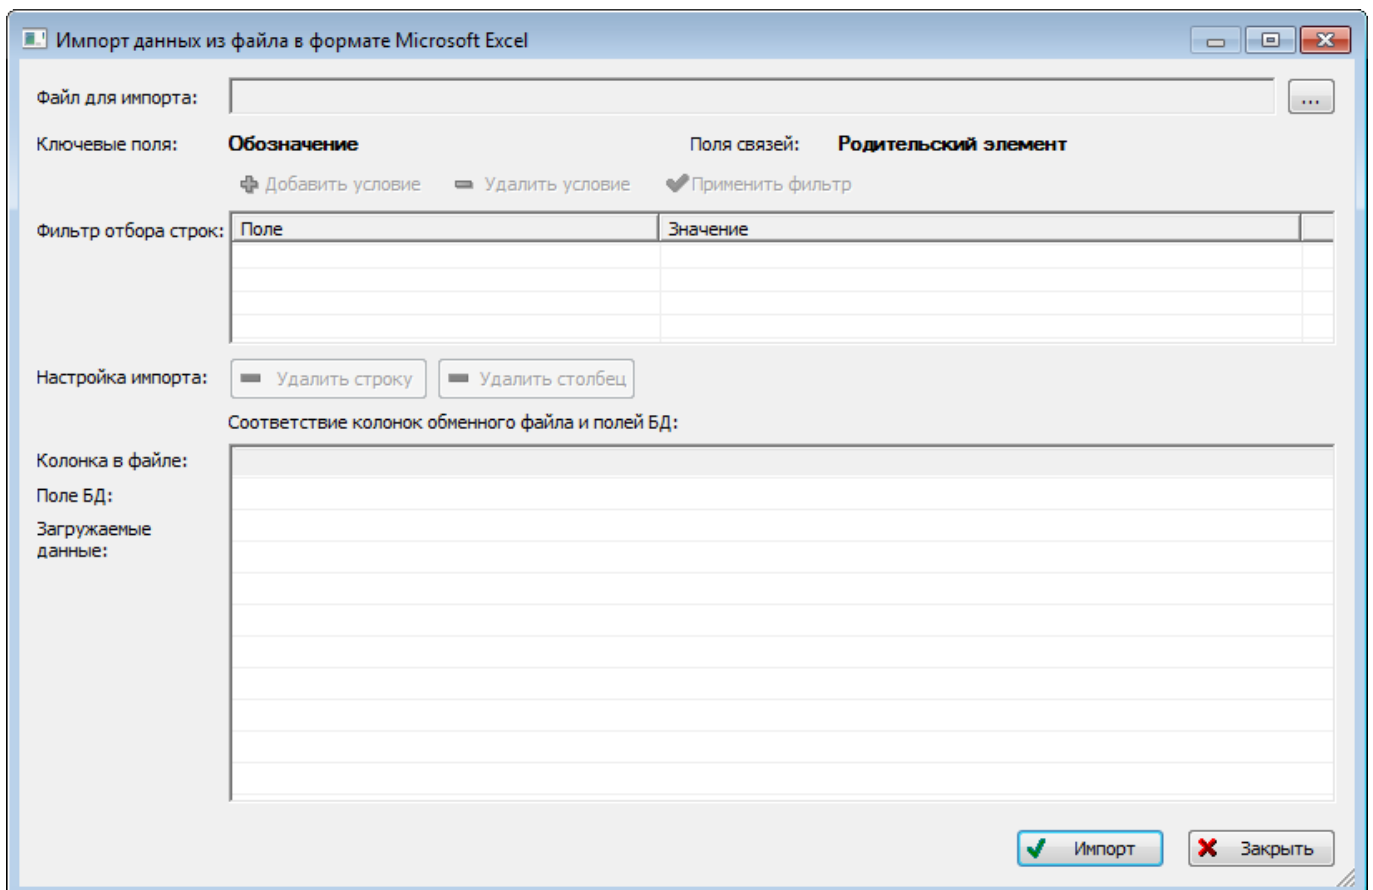

Рис. 12-31 – Окно импорта из файла Excel
5) В результате откроется окно «Импорт данных из файла в формате Microsoft Excel» (рис. 12-31). Описание назначения полей данного окна приведено в пункте 5.4.6 «Панель «Импорт/экспорт»», стр. 58.
б) Нажать в нем кнопку  «Выбрать файл на локальном диске» (рис. 12-31). Откроется стандартное диалоговое окно «Открыть» – выбрать нужный файл и нажать кнопку «Открыть».